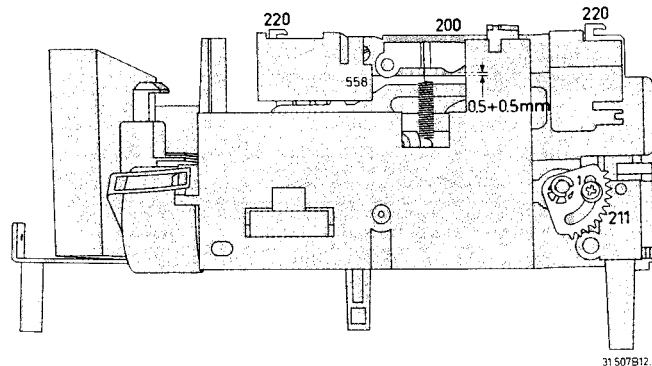

Fig. 2-19
- Sicherungsschraube 1 des Exzenters 211 einige Schläge lösen. Abb. 2-19.